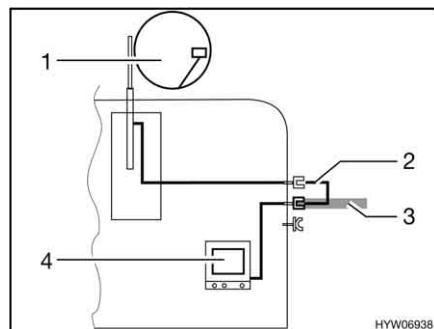

Bild 174 TV i fordonet
- TV i fordonet (Bild 174,4): Anslutning till takantenn (Bild 174,1) med anslutningskabel (Bild 174,2)
- TV i fordonet (Bild 174,4): Anslutning till extern antenn (Bild 174,3)